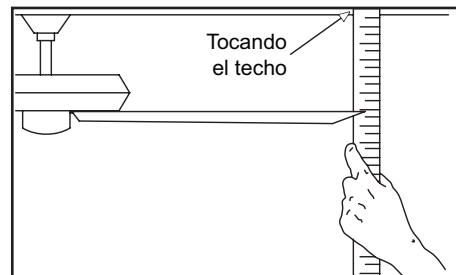

Figura 13
2. La mayoría de los problemas de oscilación del ventilador se deben a que las aspas no están al mismo nivel. Verifica este nivel seleccionando un punto en el techo sobre la punta de una de las aspas. Mide desde un punto en el centro de cada asa al punto en el techo. Mide esta distancia como se muestra en la Figura 13. Gira el ventilador hasta que la siguiente asa quede en posición para medir. Repite el procedimiento para cada asa. Las desviaciones de la medición no deben pasar de 3.2 mm. Enciende el ventilador por 10 minutos.